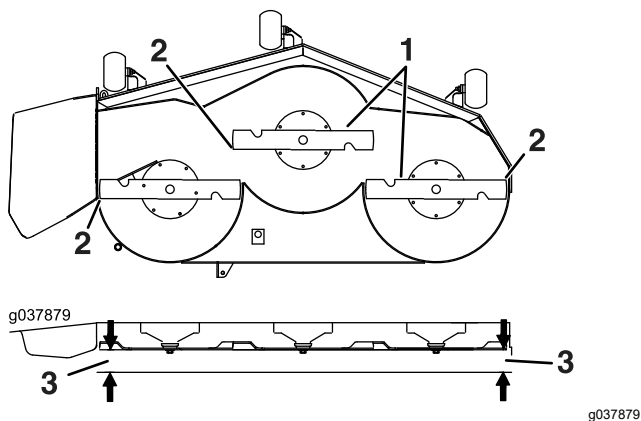

Figure 99
6. Mesurez la distance entre la pointe des lames et le sol plat (Figure 99). Si les deux mesures diffèrent de plus de 5 mm (3/16 po), ajustez l'horizontalité des lames; poursuivez cette procédure.
14. Tournez prudemment les lames pour qu'elles soient parallèles dans le sens transversal (Figure 99).